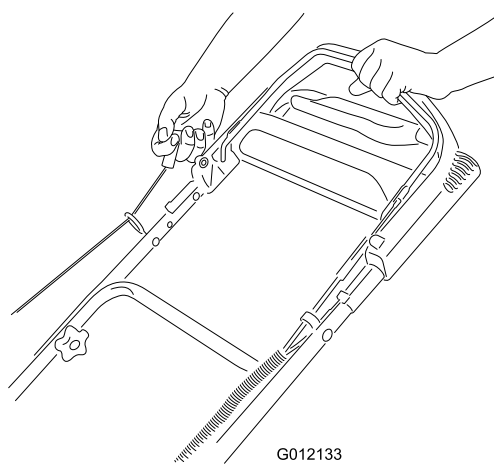

Figura 12
2. Tirate l'avvitatore autoavvolgente (Figura 12)